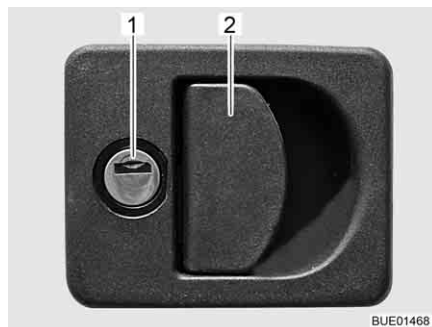

Bild 35 Lucklås med greppkåpa
- Stick in nyckeln i låscylinern (Bild 35,1) och vrid ett kvarts varv. Lucklåset är upplåst.
- Drag i låshandtaget (Bild 35,2). Den utvändiga luckan är öppen.